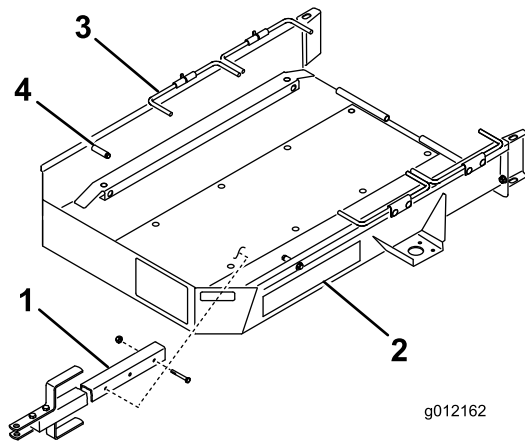

Figura 1
1. Monte o conjunto do garfo no suporte de montagem na parte inferior da plataforma de reboque com 2 parafusos (3/8 x 23/4 pol.), 2 espaçadores e 2 porcas de bloqueio. Para a maioria das aplicações, utilize o conjunto frontal dos furos no garfo e suporte (Figura 1).
3. Retire os cestos da máquina, desengate a transmissão do cilindro e mova o acelerador para a posição mais lenta. **Lentamente** conduza a máquina para o reboque até que as rodas de transporte entrem em contacto com os batentes do reboque (Figura 1).
5. Incline o primeiro conjunto das barras da roda para baixo para trás das rodas de transporte (Figura 1).